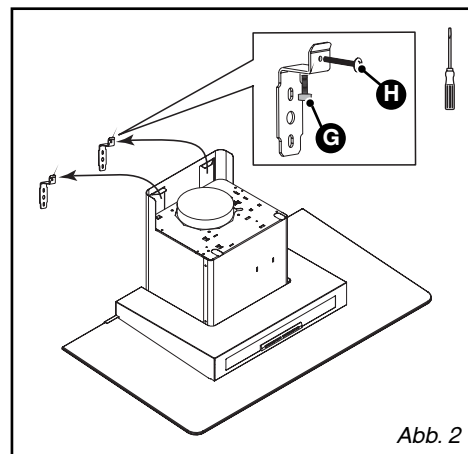

Abb. 2
– Die Dunstabzugshaube mit ihren rechteckigen Ausschnitten auf die 2 Winkeleisen aufsetzen (Abb. 2). Die Grösse dieser Ausschnitte lässt eine Einstellung nach links oder nach rechts zu.
– Die Rückschlagklappe auf dem Motorausgang montieren (Abb. 2). Mit dieser Rückschlagklappe kann der Eintritt der von aussen kommenden Luft verschlossen werden.